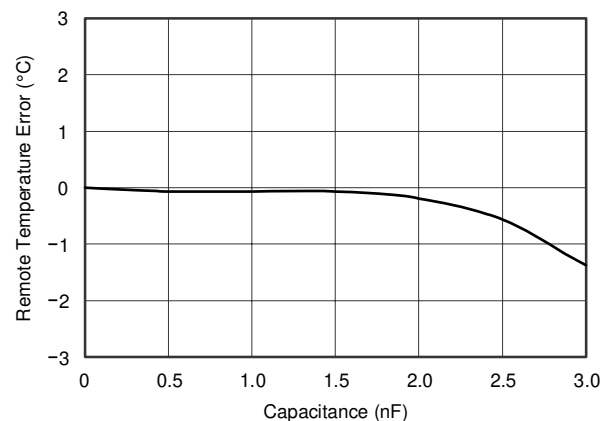

图 7-6. 远程温度误差与差分电容之间的关系
- 在大多数应用中， $C_{DIFF}$  (可选) 必须小于  $1000\text{pF}$ 。 $C_{DIFF}$  的选择取决于具体应用；请参阅“滤波”部分和图 7-6 远程温度误差与差分电容之间的关系。
TMP411-Q1 可承受高达 1000pF 的差分输入电容, 同时将温度误差变化降至最低。典型特性“远程温度误差与差分电容之间的关系” ( 图 7-6 ) 说明了电容对检测到的远程温度误差的影响。